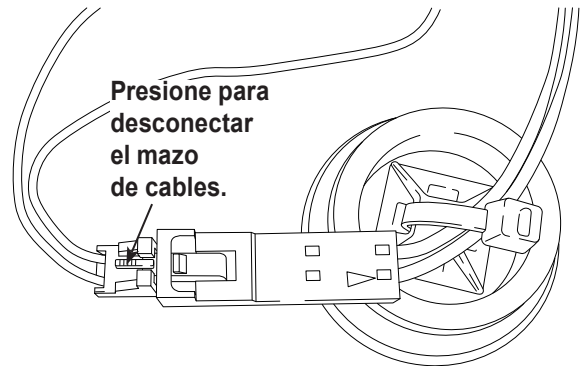

Figura 14
- Desconecte el mazo de cables del conector presionando en la lengüeta central. Tire de los conectores aparte. Vea la Figura 14.